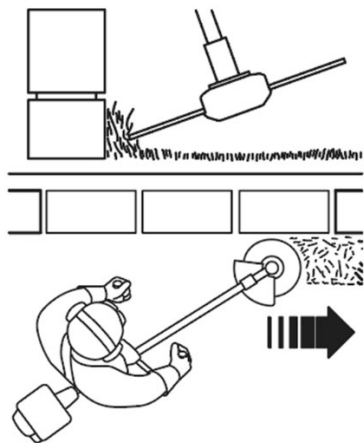

Рисунок 13. Схема скошування трави вздовж перешкод.
3. Під час скошування електрокоси рухати повільно (рис. 13), якомога ближче до перешкоди так, щоб жилка не торкалася перешкоди.